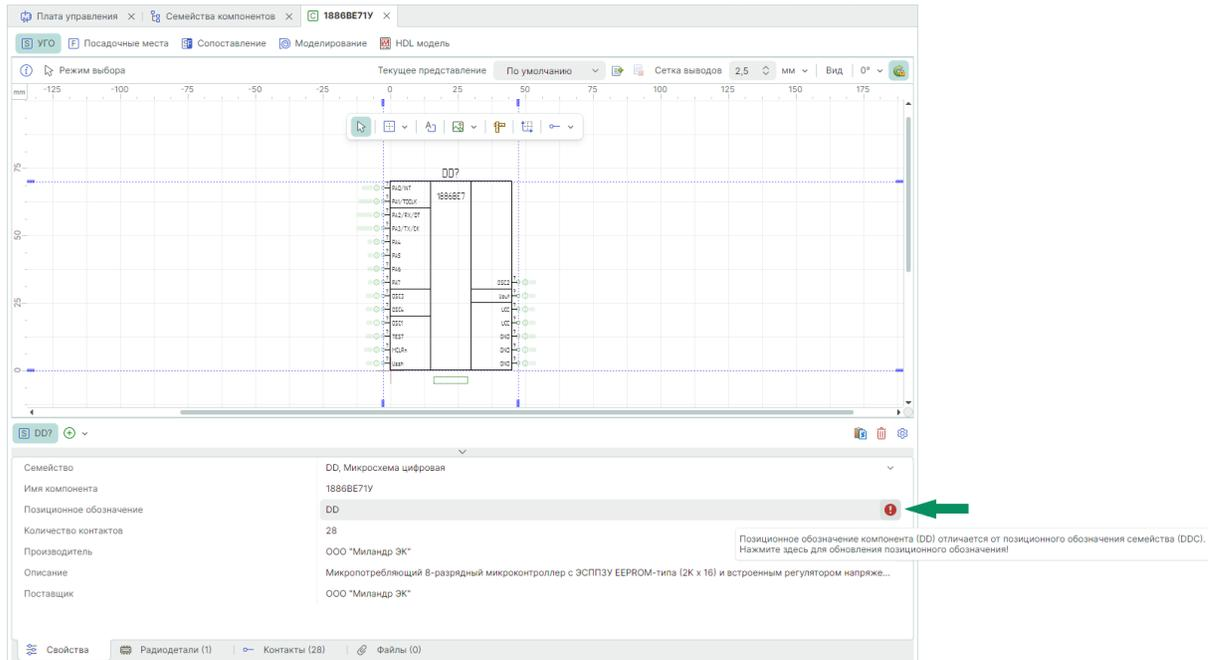

Рис. 309 Обновление позиционного обозначения
- с помощью кнопки  обновите позиционное обозначение компонента, см. Рис. 309;